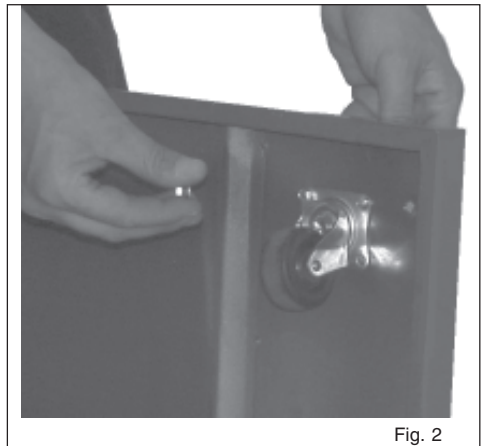

Fig. 2
1. Colocar las ruedas en las cuatro esquinas bajo la base rectangular utilizando los tornillos y las tuercas con las arandelas correspondientes. Para cada esquina de soporte de cada rueda introducir por encima un tornillo a través de la arandela en la base luego, en el soporte de cada rueda. Cerrar la tuerca con una llave adecuada y un destornillador. Repetir la operación con el resto de las ruedas. Las dos ruedas direccionales deben colocarse por el lado de los sacos opuesto al motor (Fig. 2).